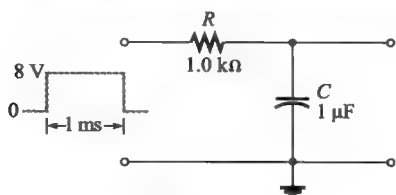

图 15-56
8. 求图 15-56 所示单脉冲输入积分器的输出电压,
13. 重画图 15-56 所示的电路使之成为微分器, 重做习题 8。